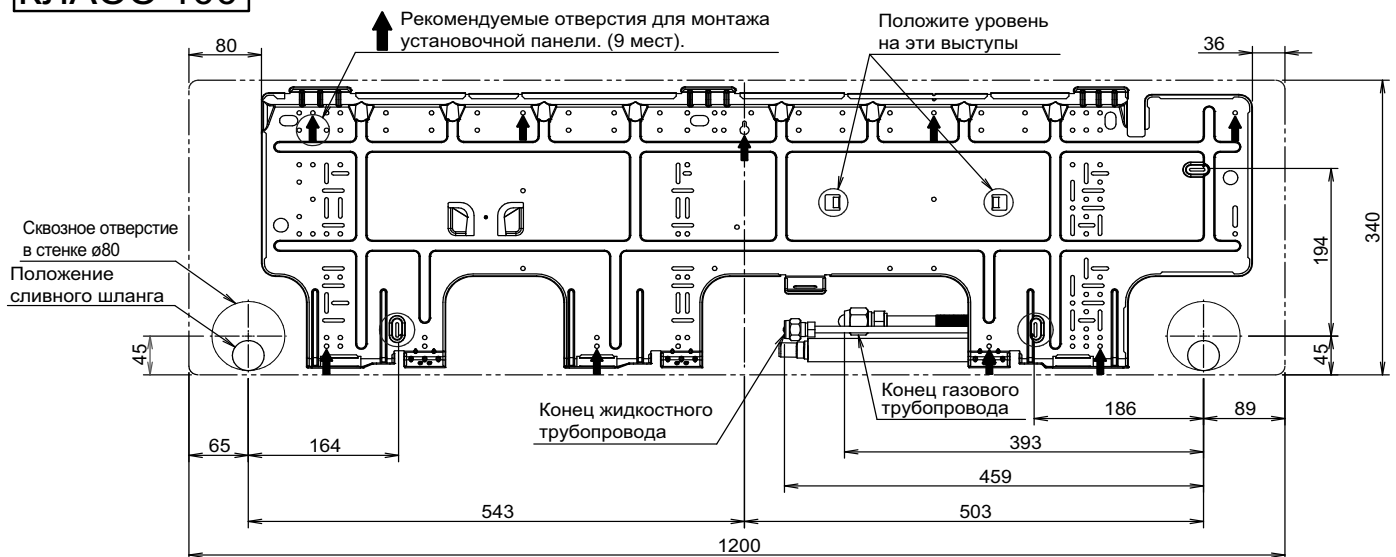

Рис. 6
(1) Порядок закрепления установочной панели (См. рис. 6)